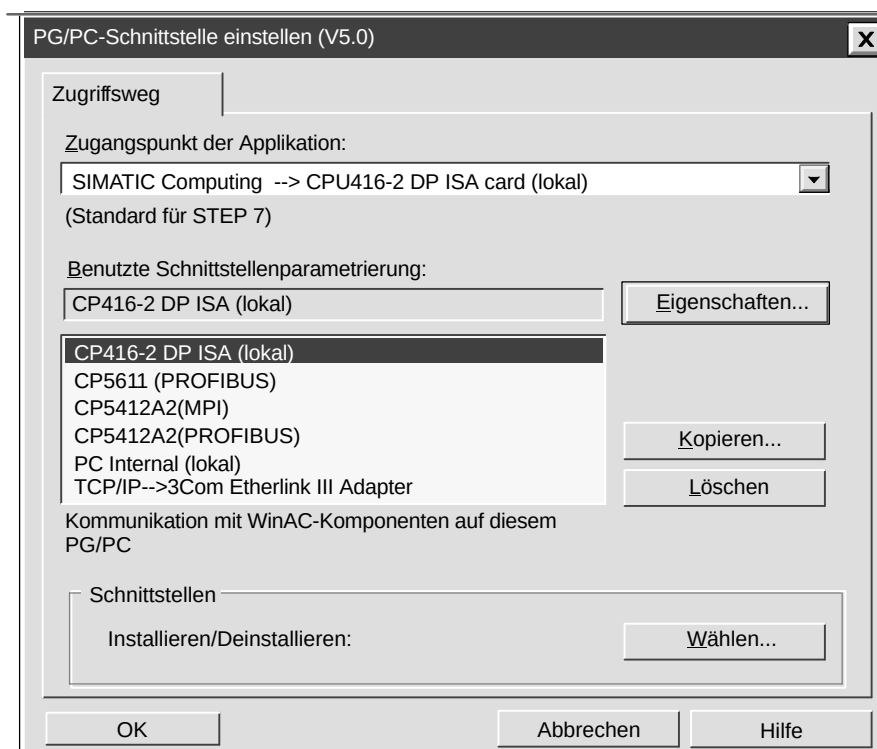

Bild 3-1 Einstellen der PG/PC-Schnittstelle für die Slot-PLC CPU 416-2 DP ISA (lokal)
4. Wählen Sie die Schnittstellenparametrierung, die Ihrem Kommunikationspfad im Netz entspricht, z.B. "CPU416-2 DP ISA (lokal)". Die ausgewählte CPU bzw. Karte wird daraufhin im Feld "Zugangspunkt der Applikation" angezeigt (Bild 3-1).